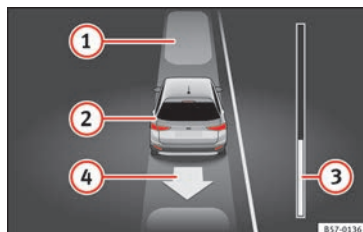

Fig. 207 Sul display del quadro strumenti: uscire da un parcheggio in linea.
Legenda della **fig. 207**:
La barra di avanzamento » fig. 207 ③ indica la distanza che si deve percorrere » pag. 255.